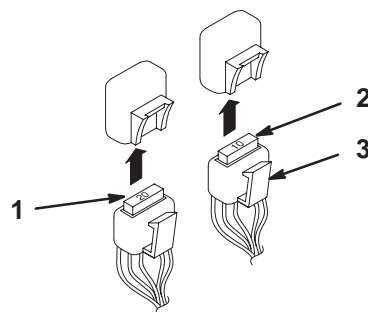

Figure 47
Fusible : Pompe d'injection – 10 A, à lame (Fig. 47)
Fusible : Moteur – 20 A, à lame (Fig. 47)
1. Trouvez les fusibles dans la partie arrière gauche de la machine. Tirez sur le clip en plastique et abaissez-le pour accéder aux fusibles dans les porte-fusibles (Fig. 47).
2. Pour remplacer un fusible, tirez dessus pour l'enlever (Fig. 47).